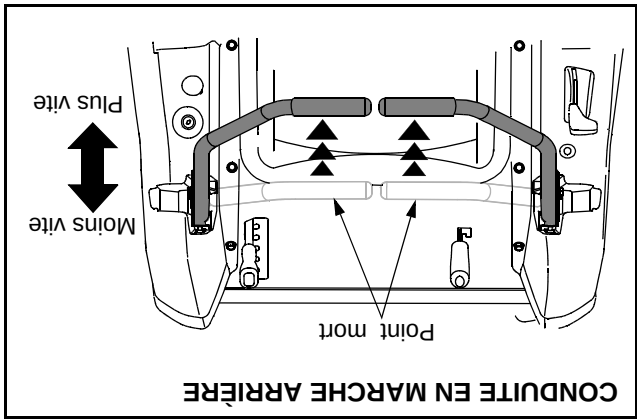

Figure 14
- Tirez lentement sur les deux leviers de façon égale. Le tracteur commencera alors à reculer. Voir la Figure 14.